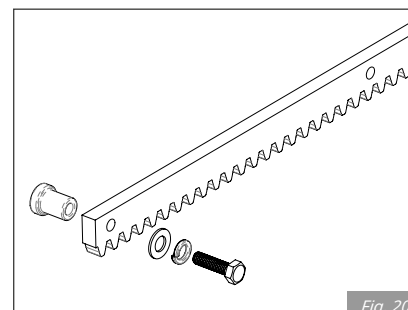

Fig. 20
- Nu sudați, în nicio ocazie, elementele de rack nici pe distanțiere. Pentru fixarea acestora, utilizați șuruburi și șaibe ca în Fig.20.